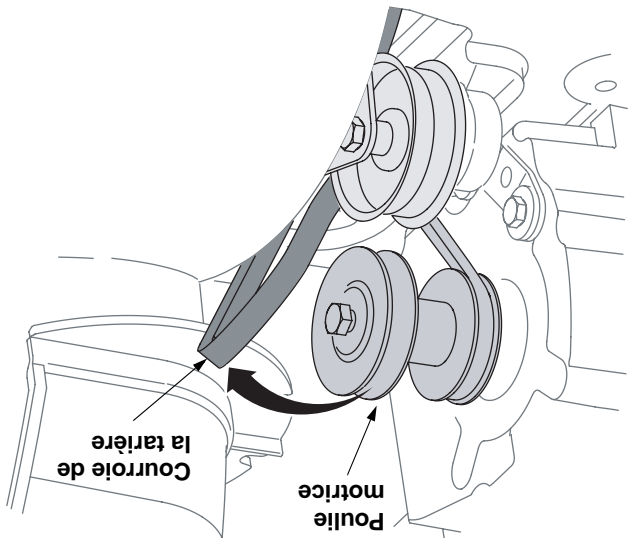

Figure 23
- Dégagez la courroie de la tarière de la poulie, comme à la Figure 23.